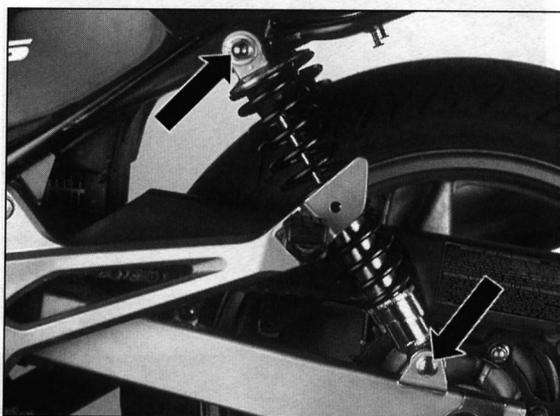

Bild 307
- Obere und untere Befestigungsschraube ausdrehen und Federbein abnehmen (Bild 307).